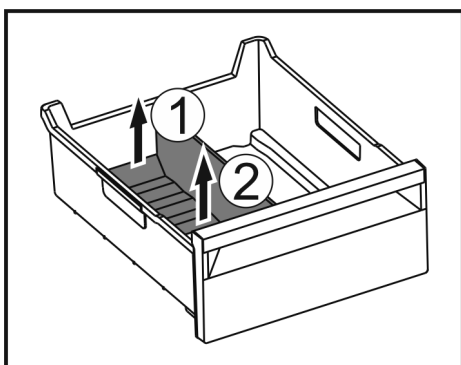

Fig. 99
- ▶ Zdvihnite zadnú časť oddelovača zásuvky na ľad. Fig. 99 (1)
- ▶ Odoberte oddelovač zásuvky na ľad nahor. Fig. 99 (2)